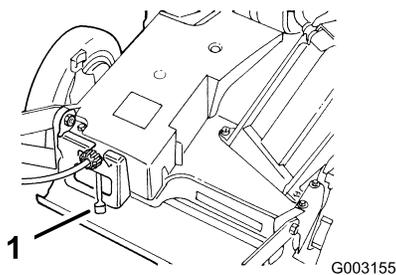

Figure 13
4. Placez la commande de vitesse de déplacement en position point mort (N) (Figure 13).
La machine dispose de 3 vitesses de déplacement : 1 pour basse vitesse, 2 pour vitesse moyenne et 3 pour haute vitesse. La commande de vitesse de déplacement se trouve derrière le couvercle de courroie (Figure 13).